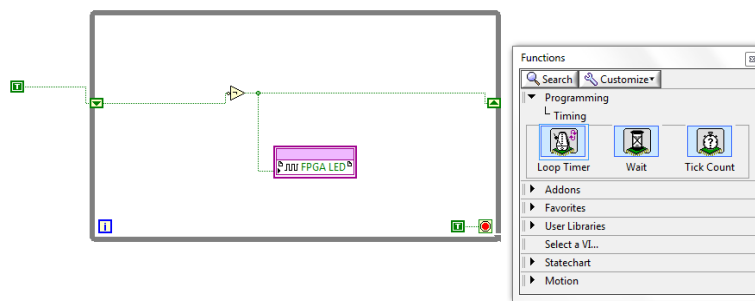

Fig. 43 Ruta para encontrar la herramienta Loop Timer.
3. Haga click derecho sobre el ciclo While Loop y seleccione Add Shift Register (Fig. 42). Utilizando las herramientas de la ventana de funciones realizar las conexiones que se muestran en la Fig. 43.
4. Vaya a la ventana de Funciones (Functions). Seleccione y arrastre desde Programming → Timming → Loop Timer (Fig. 43).